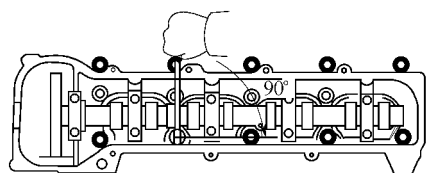

图 1-69 进一步旋紧螺栓
7) 第二步, 旋转 90° 使螺栓进一步紧固, 如图 1-69 所示。